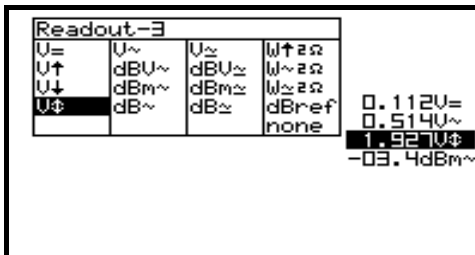

Fig 19
6. Use las teclas en forma de flecha para seleccionar la función deseada para la lectura de medida 3. (**fig. 19**)